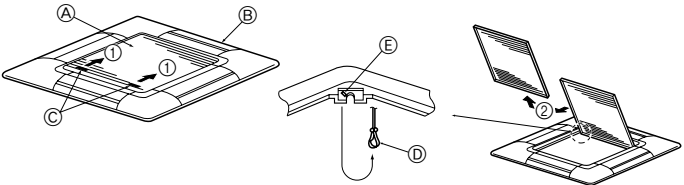

Fig. 5-3
- Con la plantilla ③ que se suministra con este equipo, ajuste y compruebe la posición de la unidad en el techo. Si la unidad no está colocada en el techo de forma adecuada, podrían producirse escapes de aire o generarse una condensación.
- ① Unidad principal
- ② Techo
- ③ Plantilla ③ (medida en la unidad)
- ④ Dimensiones de apertura del techo
5.2.1. Extracción de la rejilla de admisión (Fig. 5-3)
- Deslice las palancas en la dirección indicada mediante la flecha ① para abrir la rejilla de admisión.
- Con la rejilla de admisión en posición "abierta", extraiga la bisagra de la rejilla de admisión de la rejilla tal y como se indica mediante la flecha ②.